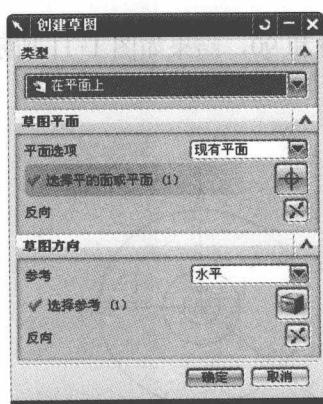
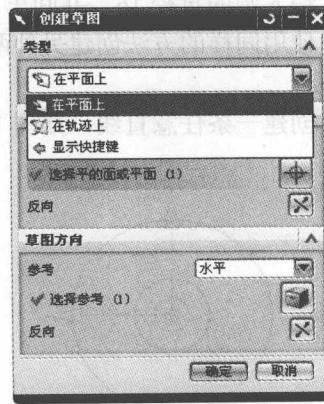

图 1-7 “创建草图”对话框
图 1-8 草图平面类型
- (1) 单击工具栏中的“草图”按钮，弹出如图 1-7 所示的对话框。该对话框用于设置草图的绘制平面，草图绘制平面类型如图 1-8 所示。